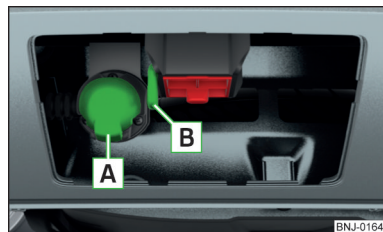

Fig. 253
- » Conectar el conector del remolque (del accesorio) en el conector de 13 polos **A** » fig. 253. (Si el remolque/accesorio dispone de un conector de 7 polos, usar una reducción correspondiente de los accesorios originales de ŠKODA).